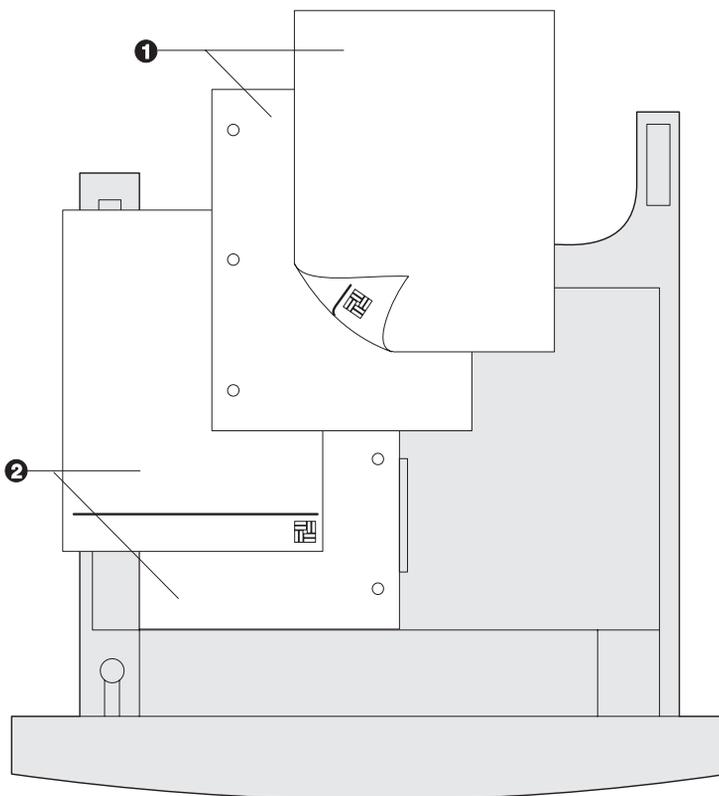

Figure 4.2 Orientation du papier dans les magasins 1, 2, 3 (départ petit côté)
- 5** Placez le papier dans le magasin entre les guides (cf. Figure 4.1, page 4-8 et Figure 4.2, page 4-9 pour l'orientation).